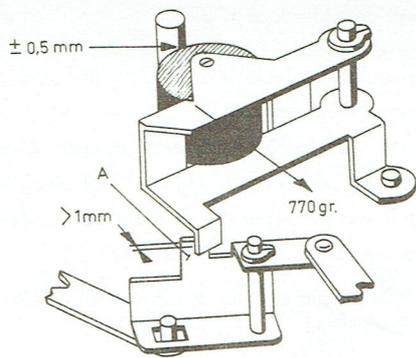

Fig. 7.
#### Réglage d'arrêt rapide, voir figure 7.
**Lever de galet presseur,** voir la figure 7.